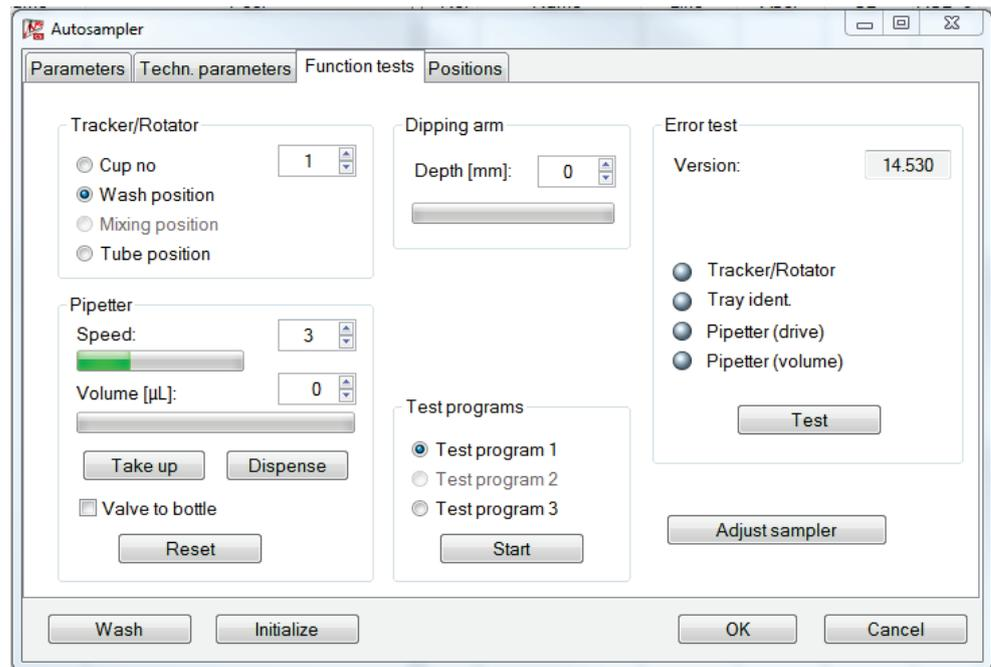

Fig. 64 Ventana AUTOSAMPLER, pestaña FUNCTION TESTS
3. En ASpect CS, abrir con  la ventana AUTOSAMPLER. Cambiar a la pestaña FUNCTION TESTS (Fig. 64 pág. 116).